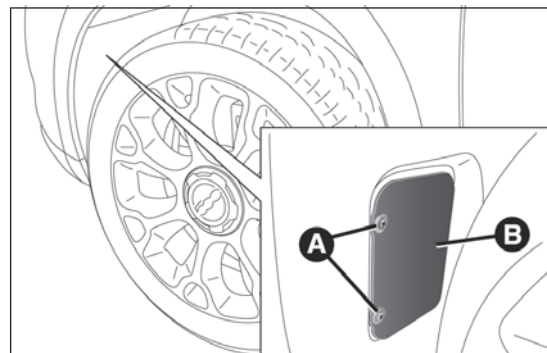

fig. 179
- ☐ svitare le viti A fig. 179 e rimuovere lo sportello B;